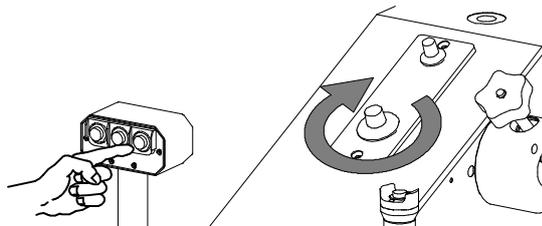

Fig. 14
e) O botão n° 3 (Fig. 14), à direita do quadro, é usado no caso de corte de materiais que apresentam particulares dificuldades de corte com o emprego de utensílios com um desenvolvimento linear grande. É possível além disto incrementar de modo gradual o seu valor por meio do potenciômetro indicado na figura até atingir a máxima potência da máquina.